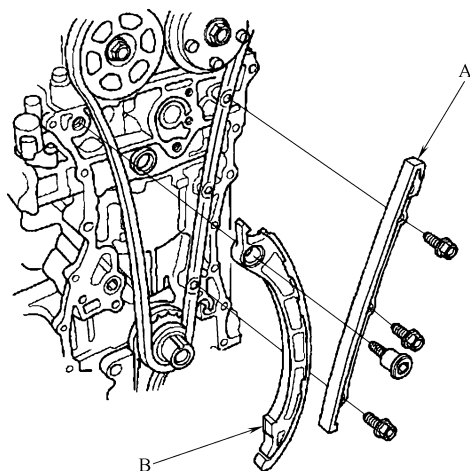

图 23-131 拆卸正时链条导板 A 和张紧器臂 B
- 18) 按照图 23-131 所示, 拆卸正时链条导板 A 和张紧器臂 B。